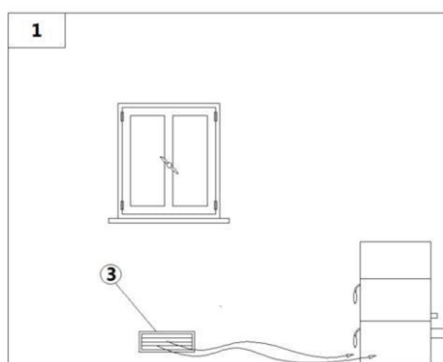
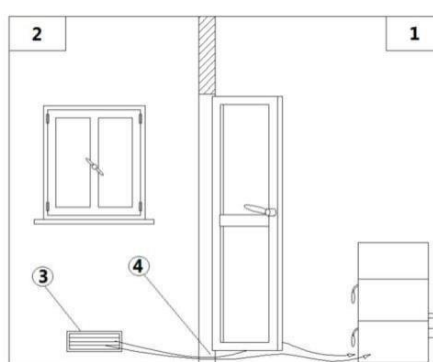

Figure 7 - Directement depuis l'extérieur
Figure 8 - Indirectement depuis la pièce adjacente
- L'afflux d'air entre l'extérieur et la pièce peut se produire directement, à travers une ouverture dans les murs extérieurs de la pièce (solution conseillée voir Fig. 8 ou indirectement, par aspiration de l'air par des pièces proches de celle à ventiler (voir Fig. 7).